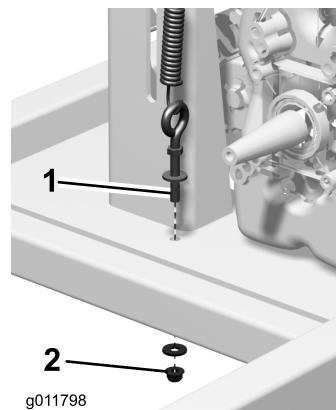

Figura 56
- A. Desaperte a porca inferior no parafuso com olhal e enrosque-a na extremidade do parafuso (Figura 56).